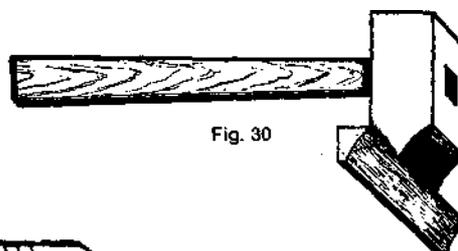

Fig. 30
*Martelo para folhar* (Fig. 30). — Martelo de pena grande com que se estende a folha fina ao ser colada.